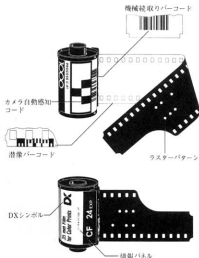

図1 4種のコード情報とフィルム種別文字
電子読取りコードは、写真1と図1に示すように、①パトローネ外側中央部に設けられた市松模様状のバーコード、②パトローネフィルム出口下部の縞状のバーコード、③フィルム先端ベロ部分に開けられた機械読取り穴、④現像されたフィルムの下部に半コマごとに対応したバーコードのエッジプリントの4種と、⑤パトローネ上部に印された枚数・種類の文字からなっている。このうち①～④のバーコードはカメラの自動化、さらにはラポレベルの合理化に役立ち、⑤の文字はカメラ裏蓋に確認窓が設けられると、フィルムの在